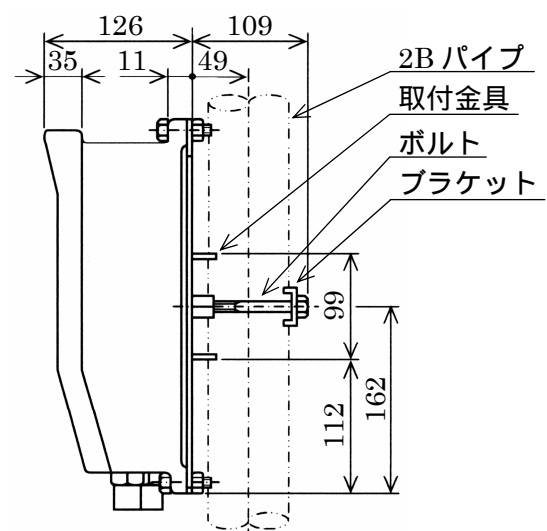

図 3.2
- ・ 『変換器取付図 3.2』に示すように 2B パイプ (50A スタンション) を取付金具とブラケットではさみ、付属のボルトで固定して下さい。尚、2B パイプ取付形変換器は、変換器裏面の取付金具を取り外すことにより壁取付形として使用することができます。